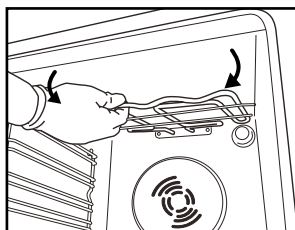
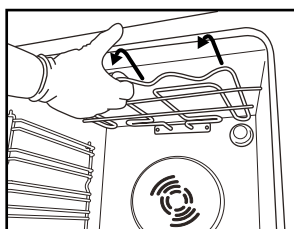

Рис. 4
Рис. 5
2. Слегка вытяните нагревательный элемент (Рис. 4) и опустите его вниз (Рис. 5).